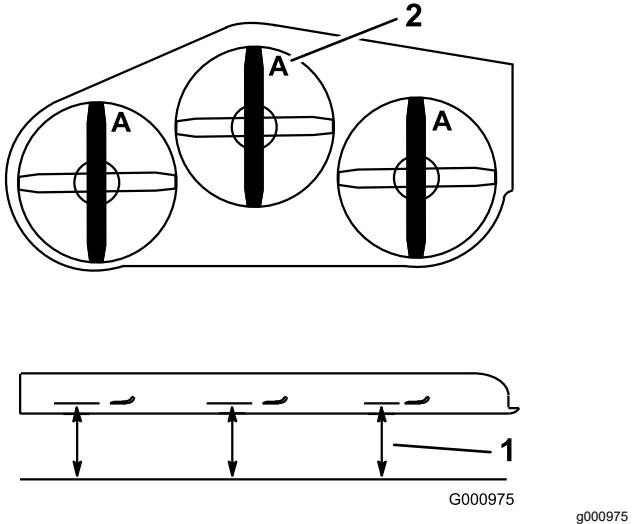

Рисунок 91
- Измерьте высоту в точке **A** и от горизонтальной поверхности до режущей кромки на конце ножа (Рисунок 91).